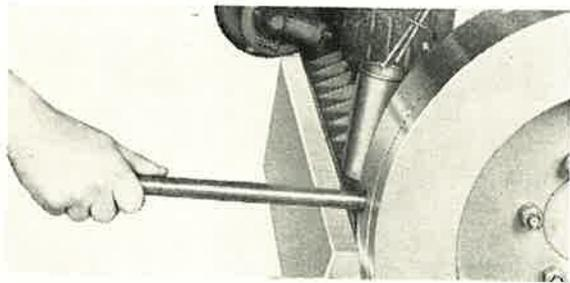

Abb. 56
- c) Den im Werkzeug mitgelieferten Handgriff in eine der Öffnungen im Schwungrad stecken (Abb. 56) und das Schwungrad so drehen, dass der Zeiger über dem Schwungrad etwa gegenüber der Marke HMP steht (Abb. 57), die in das Schwungrad eingeprägt ist.